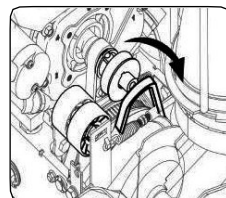

Рисунок 42
- в. Снимите ремень привода со шкива двигателя. См. Рисунок 42.